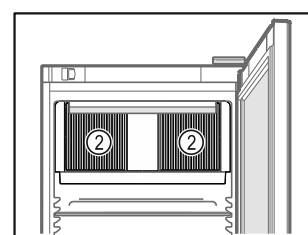

Fig. 31
- ❑ No obstruir la ranura de ventilación Fig. 31 (2) del ventilador de recirculación de aire del interior.